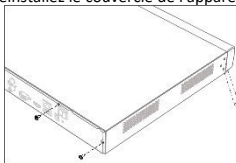

Figure 2-1 Retirer le couvercle
Step 1 Retirez le couvercle de l'appareil en dévissant les vis de chaque panneau. Reportez-vous à Figure 2-1.